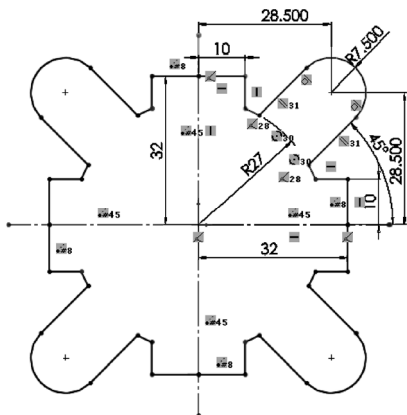

图 2-107 阵列草图实体
8) 阵列草图实体。单击“草图”控制面板中的 (圆周草图阵列) 按钮, 选择草图实体进行阵列, 阵列数目为 4, 阵列草图实体如图 2-107 所示。